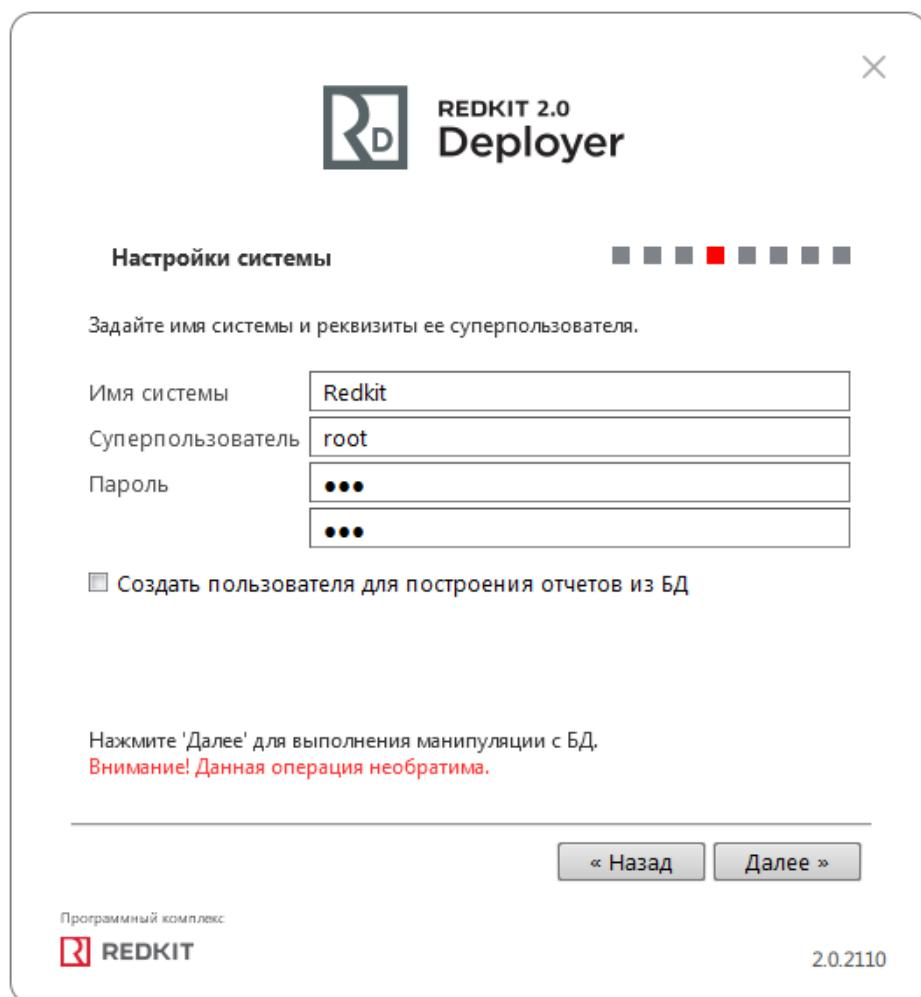

Рисунок 26 - Настройки системы
11. Задайте пароль суперпользователя root системы Redkit и нажмите "Далее" (Рисунок 26).